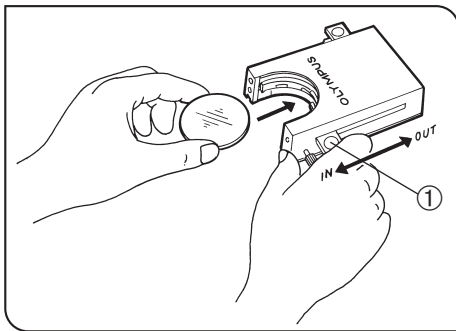

Рис. 14
#### Пользование кассетой для фильтров (рис. 14 - 17)
2. Переместите рычаг ① в положение IN. Он должен зафиксироваться с характерным щелчком. (Рис. 14)
3. Удерживая рычаг в положении, показанном на рис. 14, поместите фильтр в кассету, вставив его в направлении, показанном стрелкой.